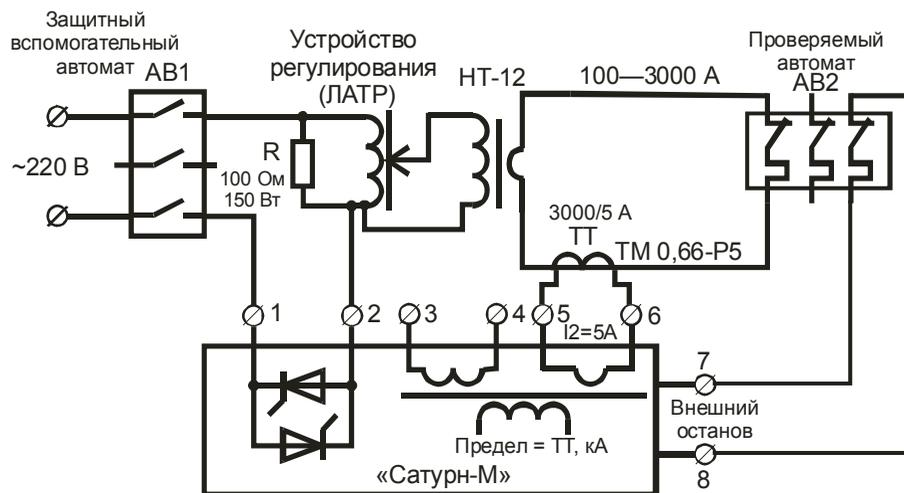
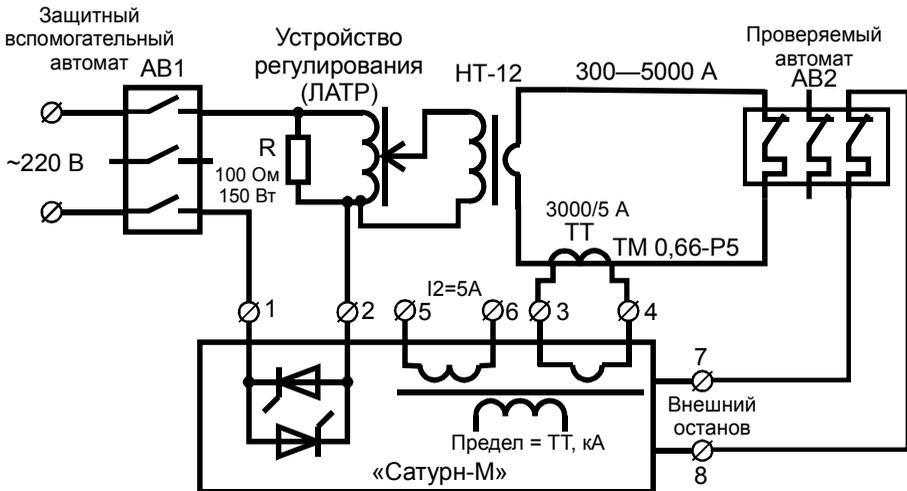

Рис.13 Получение токов до 2—3 кА с применением внешнего ИТТ ТМ-0,66-Р5. Необходимо задать уставку $I_{т2} = 3,00$ кА
Рис.15 Получение токов до 4—5 кА с применением внешнего ИТТ ТМ-0,66-Р5.
1. Для проверки полупроводниковых и электромагнитных расцепителей автоматических выключателей с помощью устройства «Сатурн-М» необходимо собрать одну из схем, приведенных на рис.13 — рис.15.